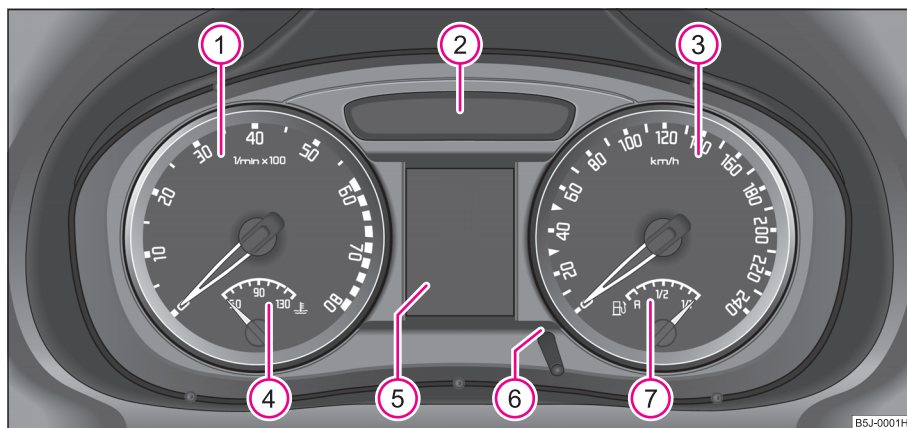
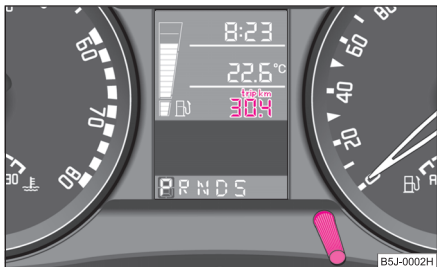

Fig. 2 Tabloul de instrumente
Fig. 3 Display: Contorul pentru distanța parcursă
Începutul zonei roșii a turometrului ① ⇒ fig. 2 reprezintă pentru toate treptele de viteză turația maximă admisă a motorului în regim normal de funcționare. Înainte de atingerea acestei zone trebuie să selectați treapta de viteză imediat superioară sau poziția **D** a cutiei de viteze automate.
Indicatorul temperaturii lichidului de răcire ④ ⇒ pagina 10, fig. 2 funcționează numai când contactul motor este pus.
Indicatorul rezervei de carburant ⑦ ⇒ pagina 10, fig. 2 funcționează numai când contactul motor este pus.
Prin apăsarea scurtă pe butonul de resetare  ⇒ pagina 10, fig. 2 puteți comuta între contorul km. parcursi zilnic și contorul km. parcursi în total. Pentru a recunoaște care din cele două contoare este afișat pe display, deasupra contorului zilnic apare **trip** ⇒ fig. 3.